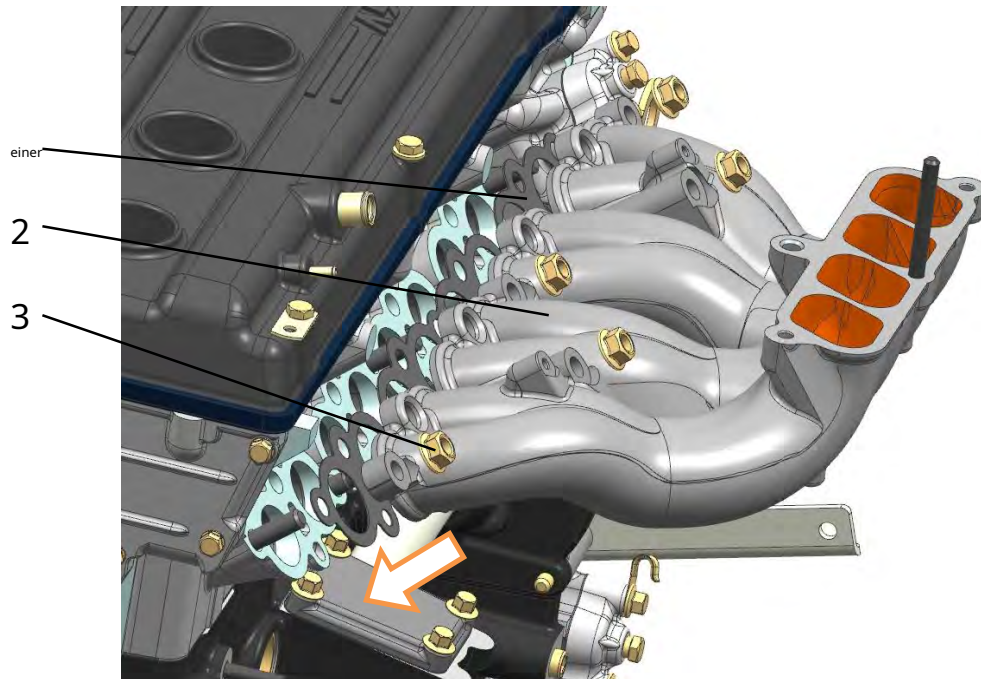

Abb. 183. Einbau des Einlassrohres:
**27. Zulaufrohr 2 (Abb. 183) mit Dichtung 1 nach einbauen und sichern